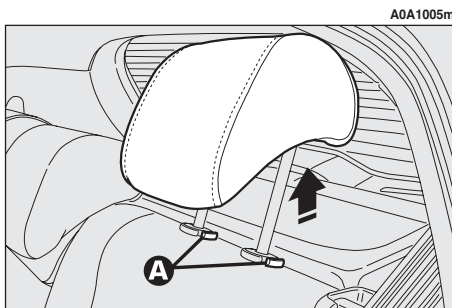

fig. 24
– sollevare i poggiatesta fino all'altezza massima, premere entrambe i pulsanti (**A-fig. 24**) a lato dei due sostegni, quindi rimuovere i poggiatesta sfilandoli verso l'alto;